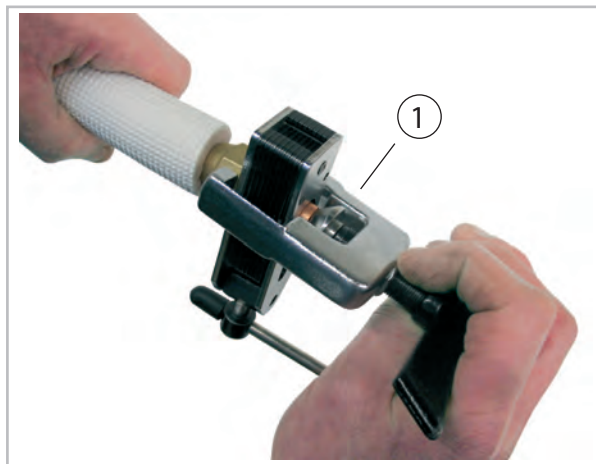
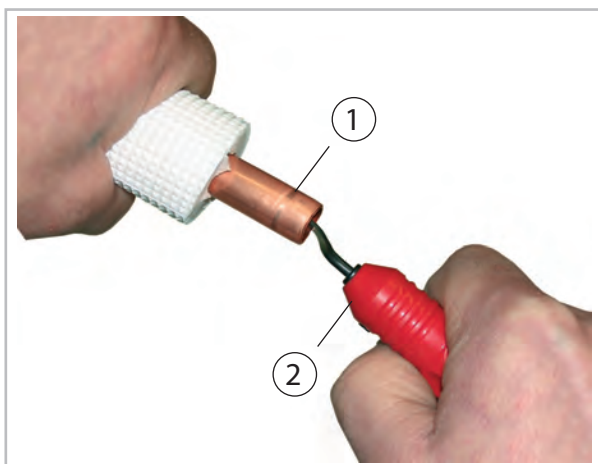

Abb. 12: Bördeln der Kältemittelleitung
Abb. 11: Entgraten der Kältemittelleitung
9. ➤ Bearbeiten Sie die verlegten Kältemittelleitungen wie im Folgenden dargestellt (Abb. 11 und Abb. 12).